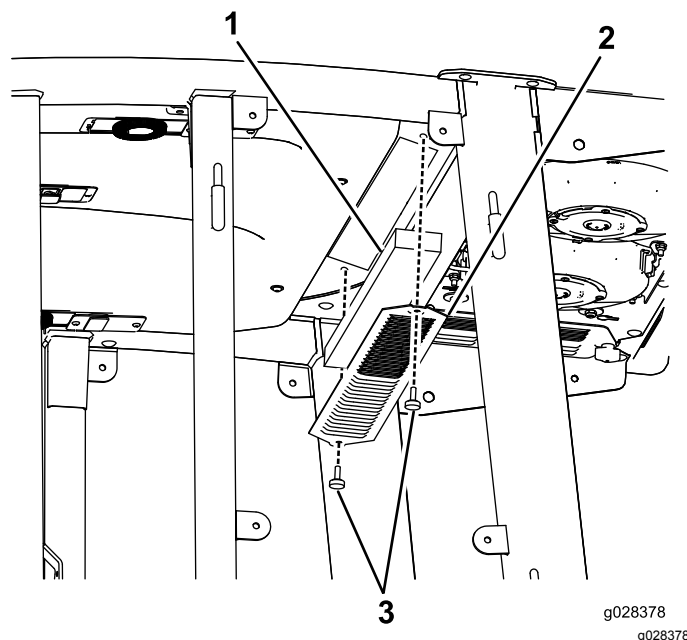
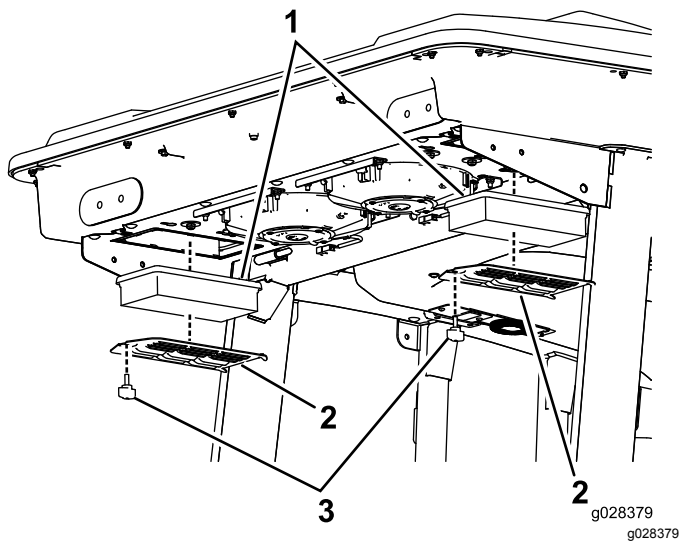

Figure 54
Figure 55
1. Retirez les vis et les grilles des filtres à air intérieur et arrière de la cabine (**Figure 54** et **Figure 55**).